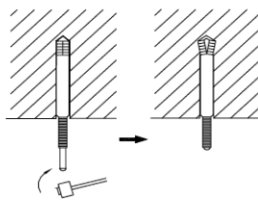

Рис. 7
- (3) Вставьте дюбели в просверленные отверстия и забейте в них штыри молотком. (Рис. 7)